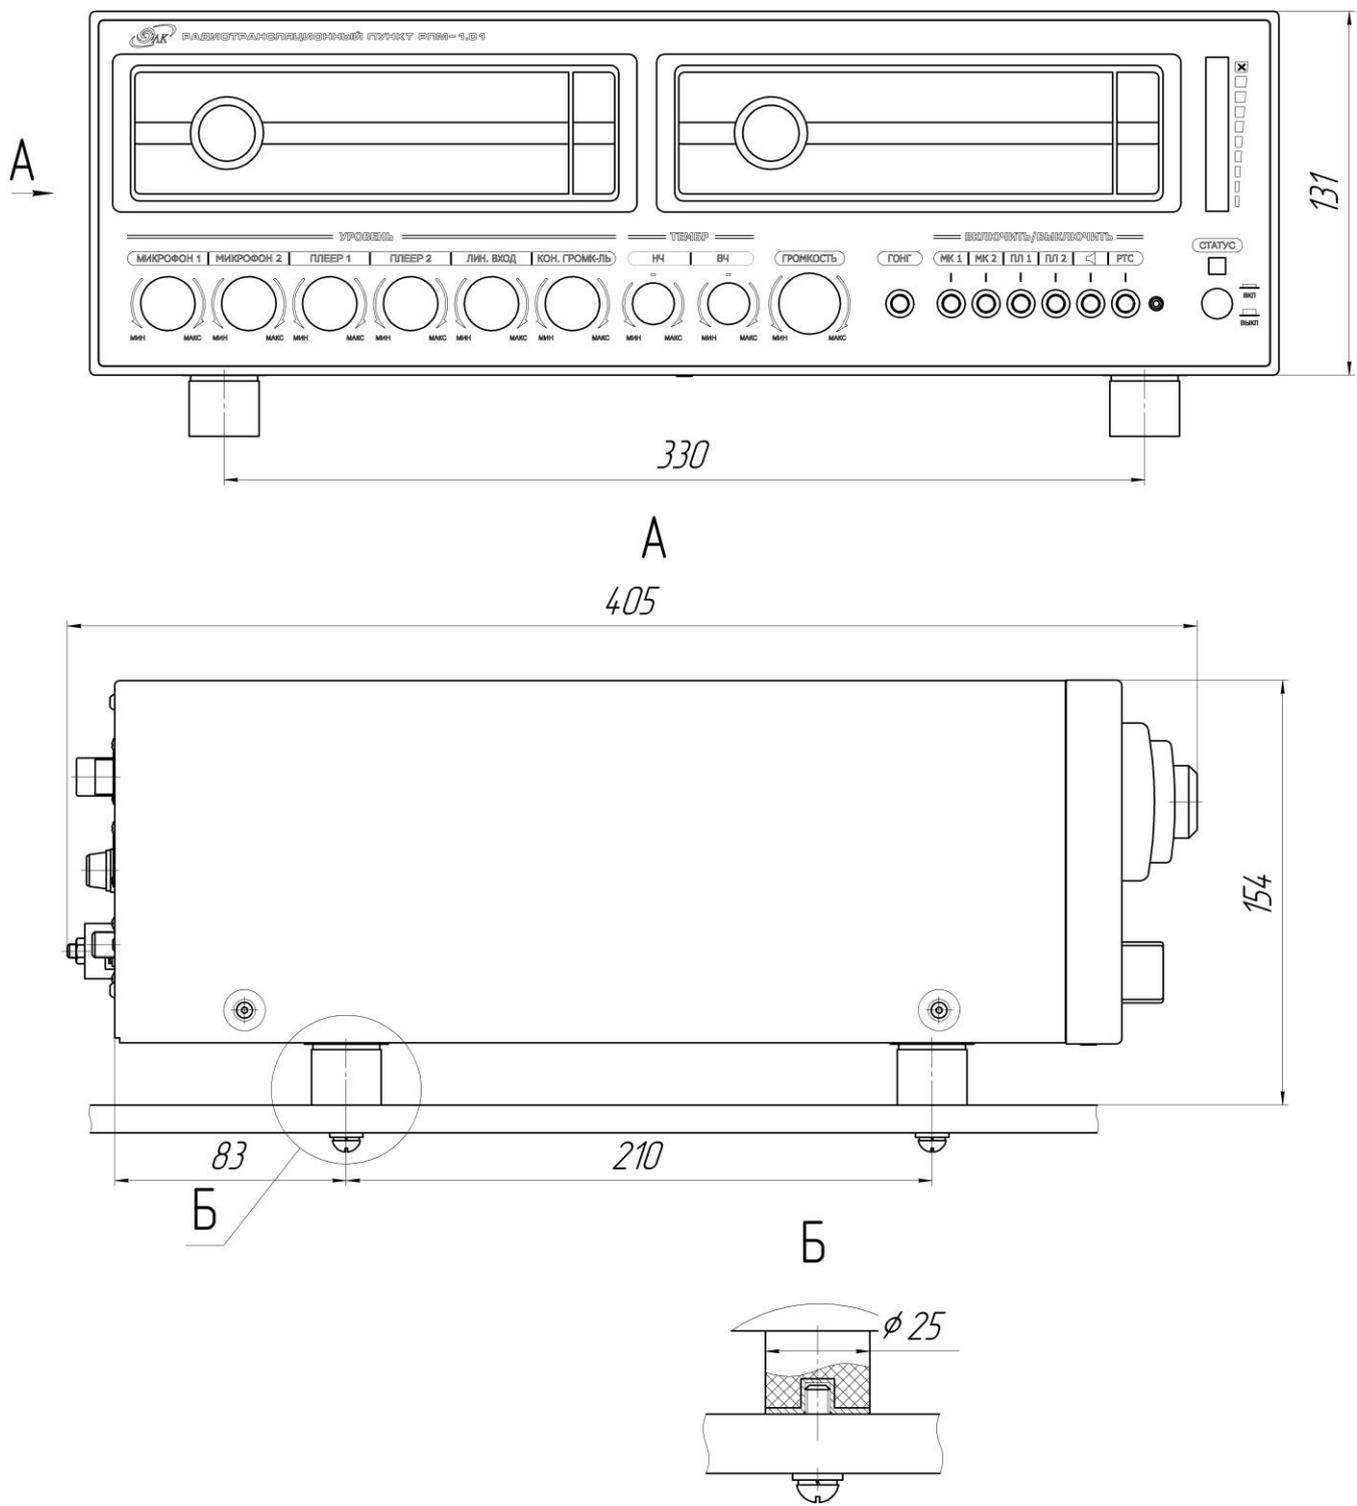

Рис.1 Радиотрансляционный пункт РПМ-1.01.
5.1.1 Закрепление радиотрансляционного пункта РПМ осуществляется через резьбовые отверстия в нижних частях амортизаторов (см. рис.1) при помощи комплекта крепёжных деталей, который входит в комплект поставки РПМ. При установке следует следить за тем, чтобы воздушное пространство вокруг РПМ было свободным от любых дополнительных предметов, ухудшающих его вентиляцию, при этом, минимальные рекомендуемые расстояния – 70 мм от тыльной стороны и 50 мм от боковых и верхней поверхностей РПМ.